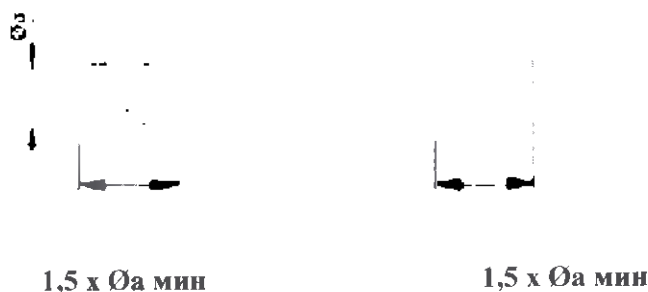

Рисунок 1.
Длина стента должна быть выбрана таким образом, чтобы он заходил за шейку аневризмы с обеих сторон на расстояние, превышающее как минимум в 1.5 раза диаметр целевой артерии (см. Рис. 1).
- Поместить дистальный конец стента (1) на нужном участке; дистальный конец должен заходить за шейку аневризмы на расстояние, минимум в 1,5 раза превышающую диаметр целевого сосуда (см. Рис. 1).
- Осторожно открыть стент, продвигая доставляющий проводник (2) и отодвигая микрокатетер (4).
- Примечание:** На этом этапе дистальный кончик доставляющего проводника (2) будет продвигаться вперёд (из-за укорочения стента при его раскрытии).
- В любой момент раскрытия (пока дистальный маркер (7) микрокатетера (4) не совпал с маркером (6) доставляющего проводника), можно вернуть стент в микрокатетер, потянув за доставляющий проводник (2).